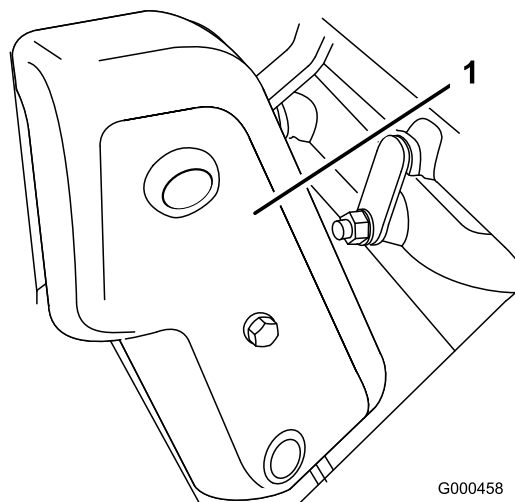

Figura 34
1. Retire a cobertura dos parafusos de montagem da correia e a cobertura da correia (Figura 34).